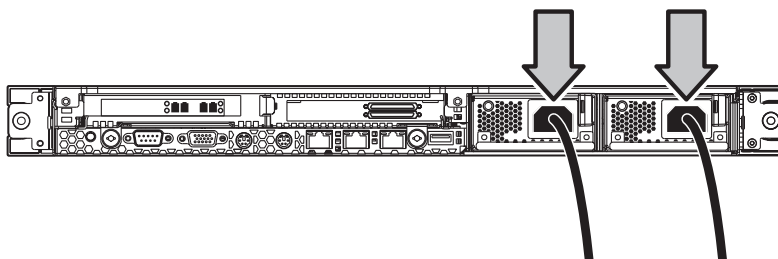

図 12. AC電源へのノード電源装置の接続
4. ノード電源装置のAC入力ソケットを、付属の電源ケーブルを使ってAC電源に接続します (図 12)。